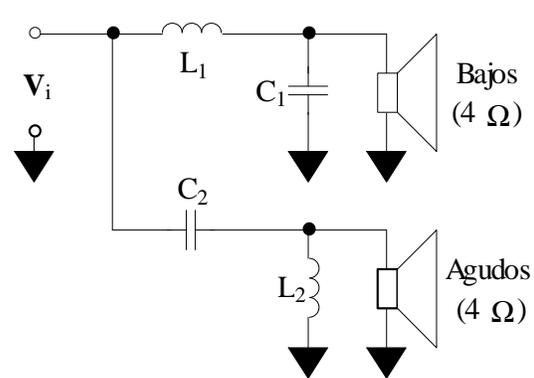

Figura 2
2.- El circuito de la figura 2 muestra una red de separación de frecuencias de 2° orden para dos altoparlantes de 4Ω , los cuales se modelan como una carga resistiva.